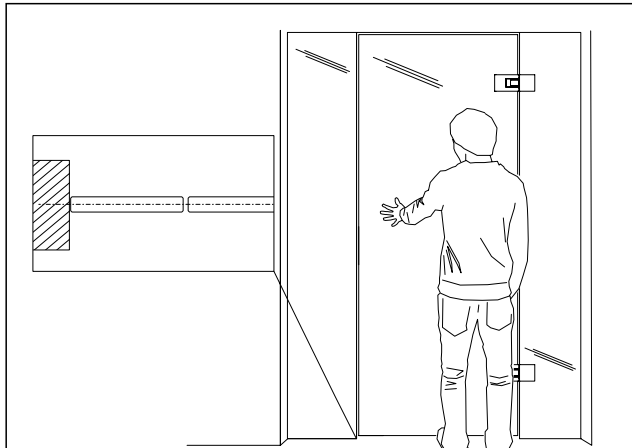

Fig. 34 Punto zero ideale per il battente in vetro rispetto alla parte laterale
2. Portare il battente in vetro al punto zero ideale (Fig. 34).